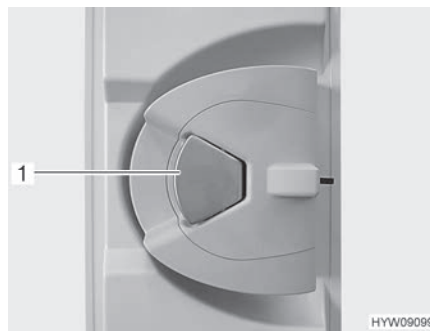

Bild 54 Dörrlås (ingångsdörr insida)
**Öppna:** ■ Om dörrlåset är låst: Dra en gång i dörrhandtaget (Bild 54,1). Dörren är upplåst.
■ Drag i dörrhandtaget (Bild 54,1). Dörren är öppen.
**Låsa:** ■ Tryck ned dörrhandtaget (Bild 54,1).